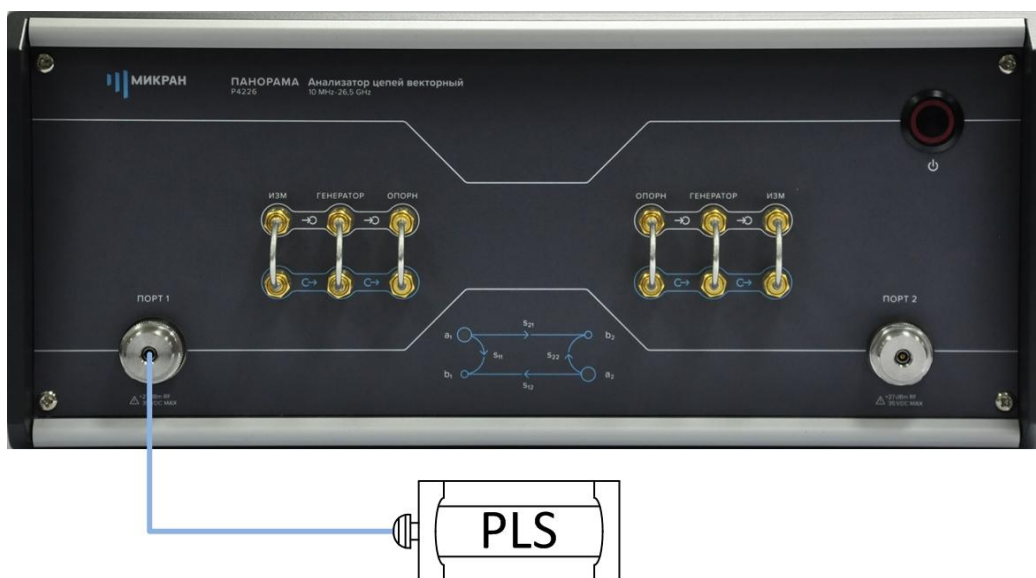

Рис. 21. Подключение измерителя мощности к ВАЦ
- Подключить эталонный измеритель мощности к первому порту ВАЦ в плоскости калибровки S-параметров, рис. 21;